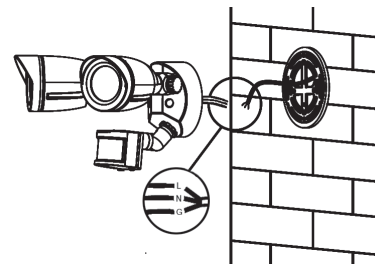

Fig. 3B
4. Connect the wires, refer to the Wiring Diagram: GROUND luminaire wire (green/yellow) connected to the supply wire (green), LINE luminaire wire (black) connected to line power supply wire (black), NEUTRAL luminaire wire (white) connected to neutral wire (white) (Fig. 3B, Fig. 8).
4. Connecter les fils, en vous référant au schéma de câblage: Le fil du luminaire GROUND (vert/jaune) est connecté au fil d'alimentation de mise à la terre (vert), le fil du luminaire LINE (noir) est connecté au fil d'alimentation de ligne (noir), le fil du luminaire NEUTRE (blanc) est connecté au fil neutre (blanc) (Fig. 3B, Fig. 8).